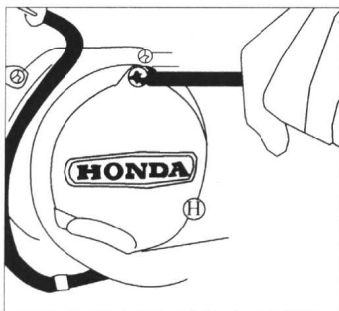

图 1-3 拆除交流发电机盖
- (2) 拆除交流发电机盖, 如图 1-3 所示。
- (3) 转动曲轴直至断路器触点打开到最大间隙为止。